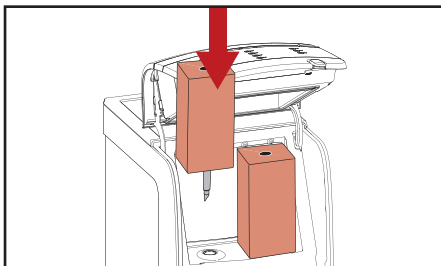

Fig. 4.1 - Placere produktpakke
4. Isæt produktpakken (fig. 4.1).